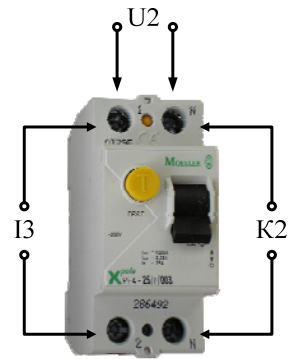

Рисунок 13.11
- 1) собрать схему проверки (см. рисунок 13.11). Для проверки УЗО на 10 мА, может понадобиться внешний резистор 50-100 Ом (не менее 2 Вт), включенный в цепь I_3 ;